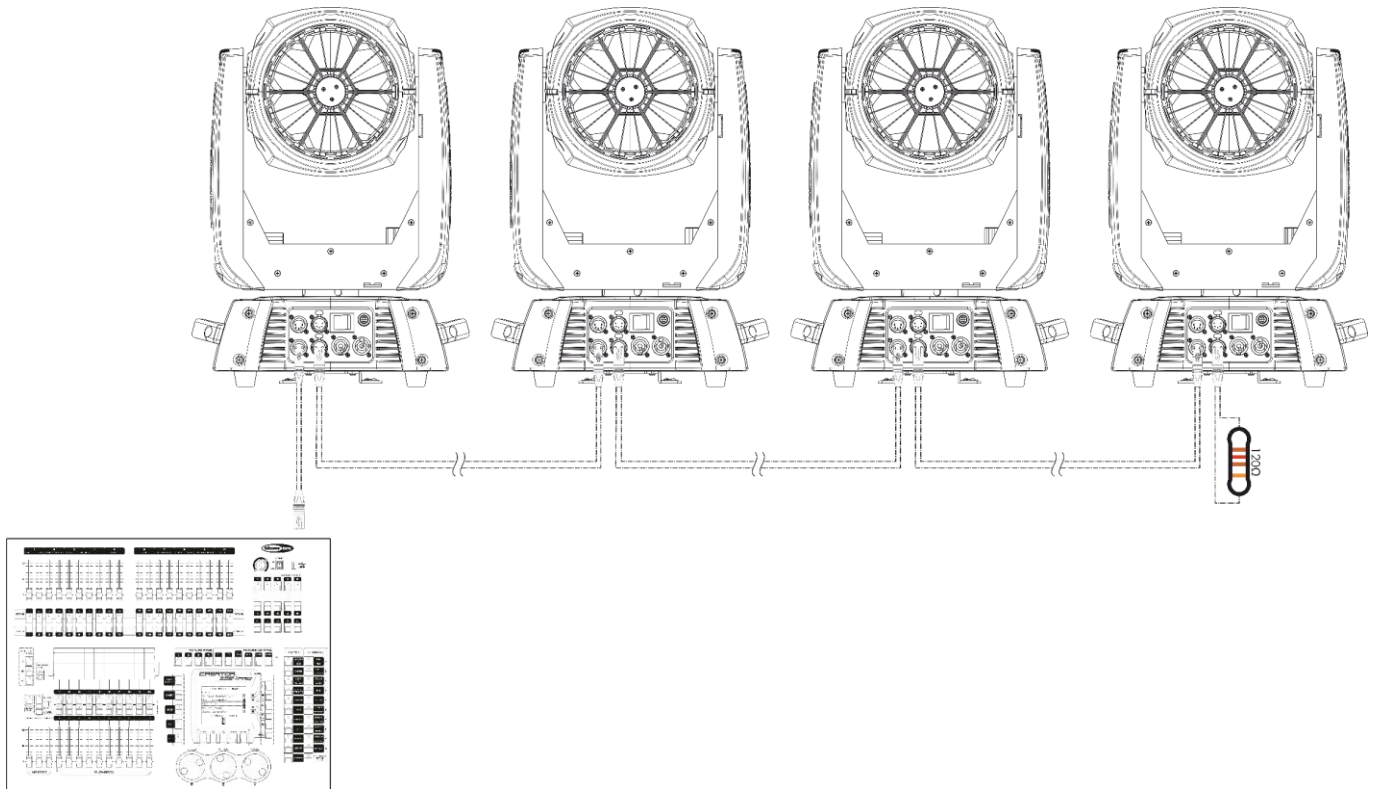

Fig. 15
- 03) Ripetere il passaggio 2 per collegare tutti i dispositivi a margherita secondo quanto mostrato nella Fig. 15.